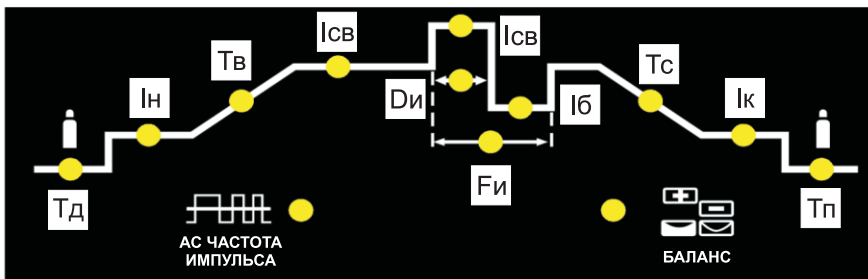

Рис. 3
По диаграмме пользователь может легко и быстро настроить сварочный аппарат. Горящий индикатор на диаграмме программирования говорит о том, что с помощью ручки установки параметров (рис. 3 поз. 8) будет регулироваться именно этот параметр, значение которого будет отображаться на цифровом дисплее.
**Примечание! Только в режиме импульсной сварки (кнопка 5, рис. 3)**